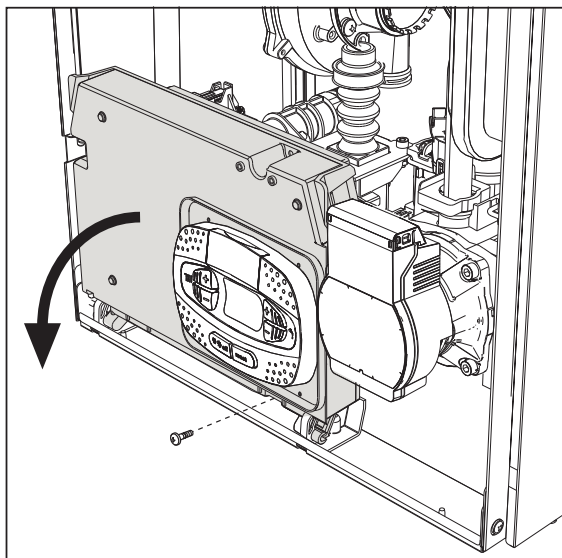
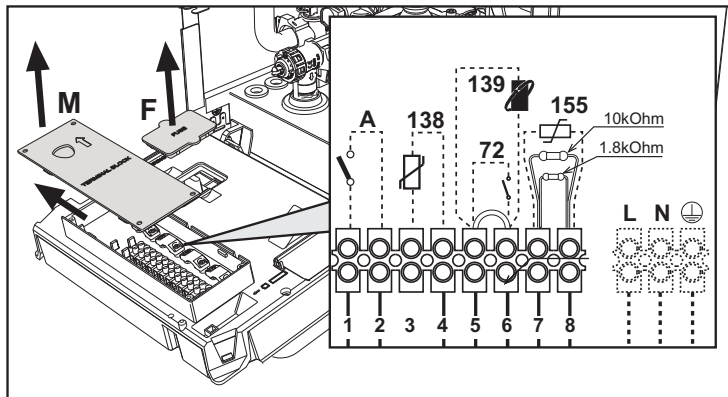

fig. 20
fig. 21
După ce ați scos panoul frontal ( \*\*\* 'Deschiderea panoului frontal' on page 133 \*\*\* ) veți putea avea acces la panoul de borne (M) și la siguranța (F) urmând indicațiile descrise în continuare (fig. 20 și fig. 21). **Bornele indicate în fig. 21 trebuie să aibă contactele curate (nu 230 V).** Dispunerea bornelor pentru diferitele conexiuni este indicată și în diagrama electrică din fig. 57.